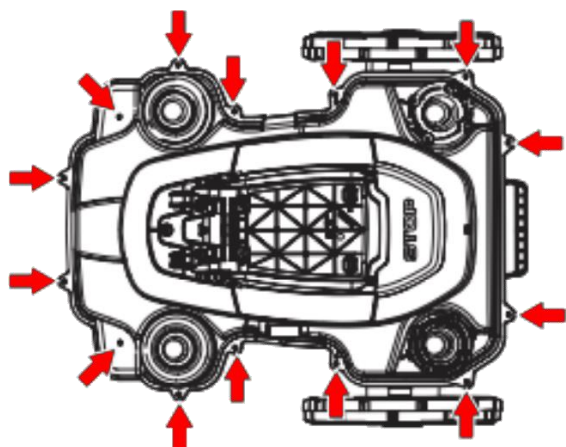

Figura 2
Il telaio è composto da una parte superiore e una inferiore. Sono fissati l'uno all'altro con 14 viti. Le 14 viti sono indicate dalle frecce nella Figura 2.
1. Allentare tutte le 14 viti (torx 20). Vedi figura 2.